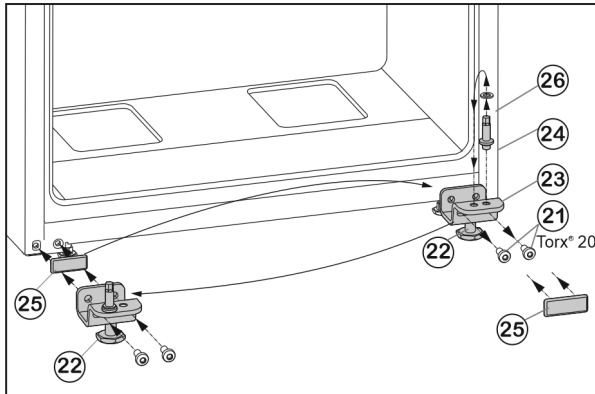

Fig. 9
- ▶ Открутите крепежные винты Fig. 9 (21).
- ▶ Снимите нижний опорный кронштейн Fig. 9 (23) вместе с опорным пальцем Fig. 9 (24), шайбой Fig. 9 (26) и регулируемой опорой Fig. 9 (22).
- ▶ Открутите опорный палец Fig. 9 (24) вместе с шайбой Fig. 9 (26) и, переставив в отверстие на противоположной стороне опорного кронштейна, снова прикрутите.
- ▶ Аккуратно снимите защитную пластину Fig. 9 (25) и переставьте ее на противоположную сторону.
- ▶ Прикрутите нижний опорный кронштейн Fig. 9 (23) вместе с опорным пальцем Fig. 9 (24), шайбой Fig. 9 (26) и регулируемой опорой Fig. 9 (22) с новой стороны шарнира **(с моментом 4 Нм)**, при необходимости используйте аккумуляторный шуруповерт.
- ▶ Установите дверь сверху на опорный палец Fig. 9 (24).
- ▶ Выверните регулирующую опору Fig. 9 (22) на нижнем опорном кронштейне Fig. 9 (23) до ее соприкосновения с полом.